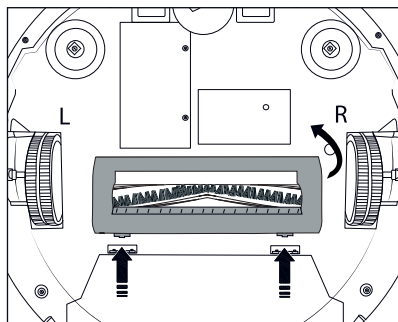

Fig. 14
- ◆ Appuyez sur les deux touches de déverrouillage du cache du rouleau brosse 15 pour le détacher. Retirez le cache du rouleau brosse 15 de l'appareil (voir fig. 14).